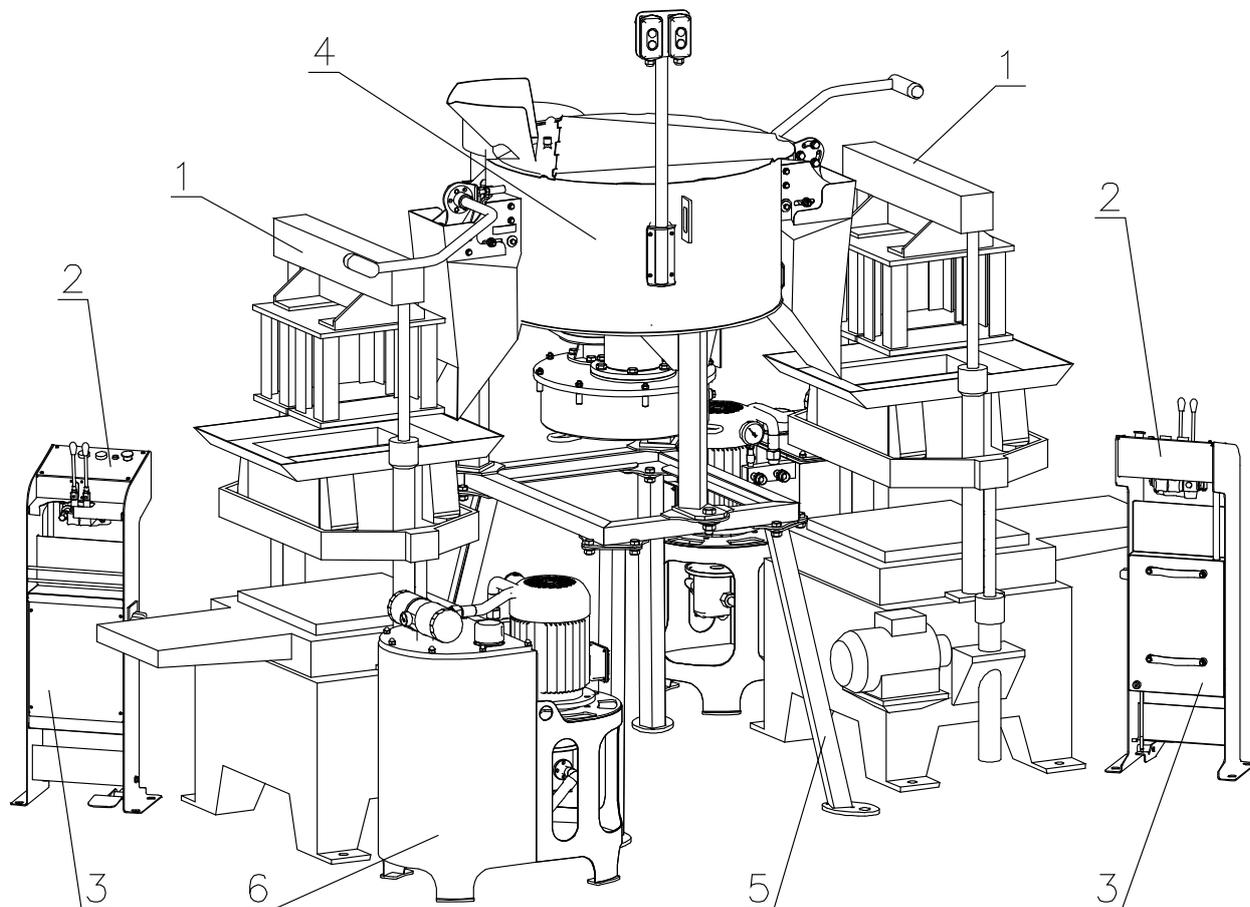
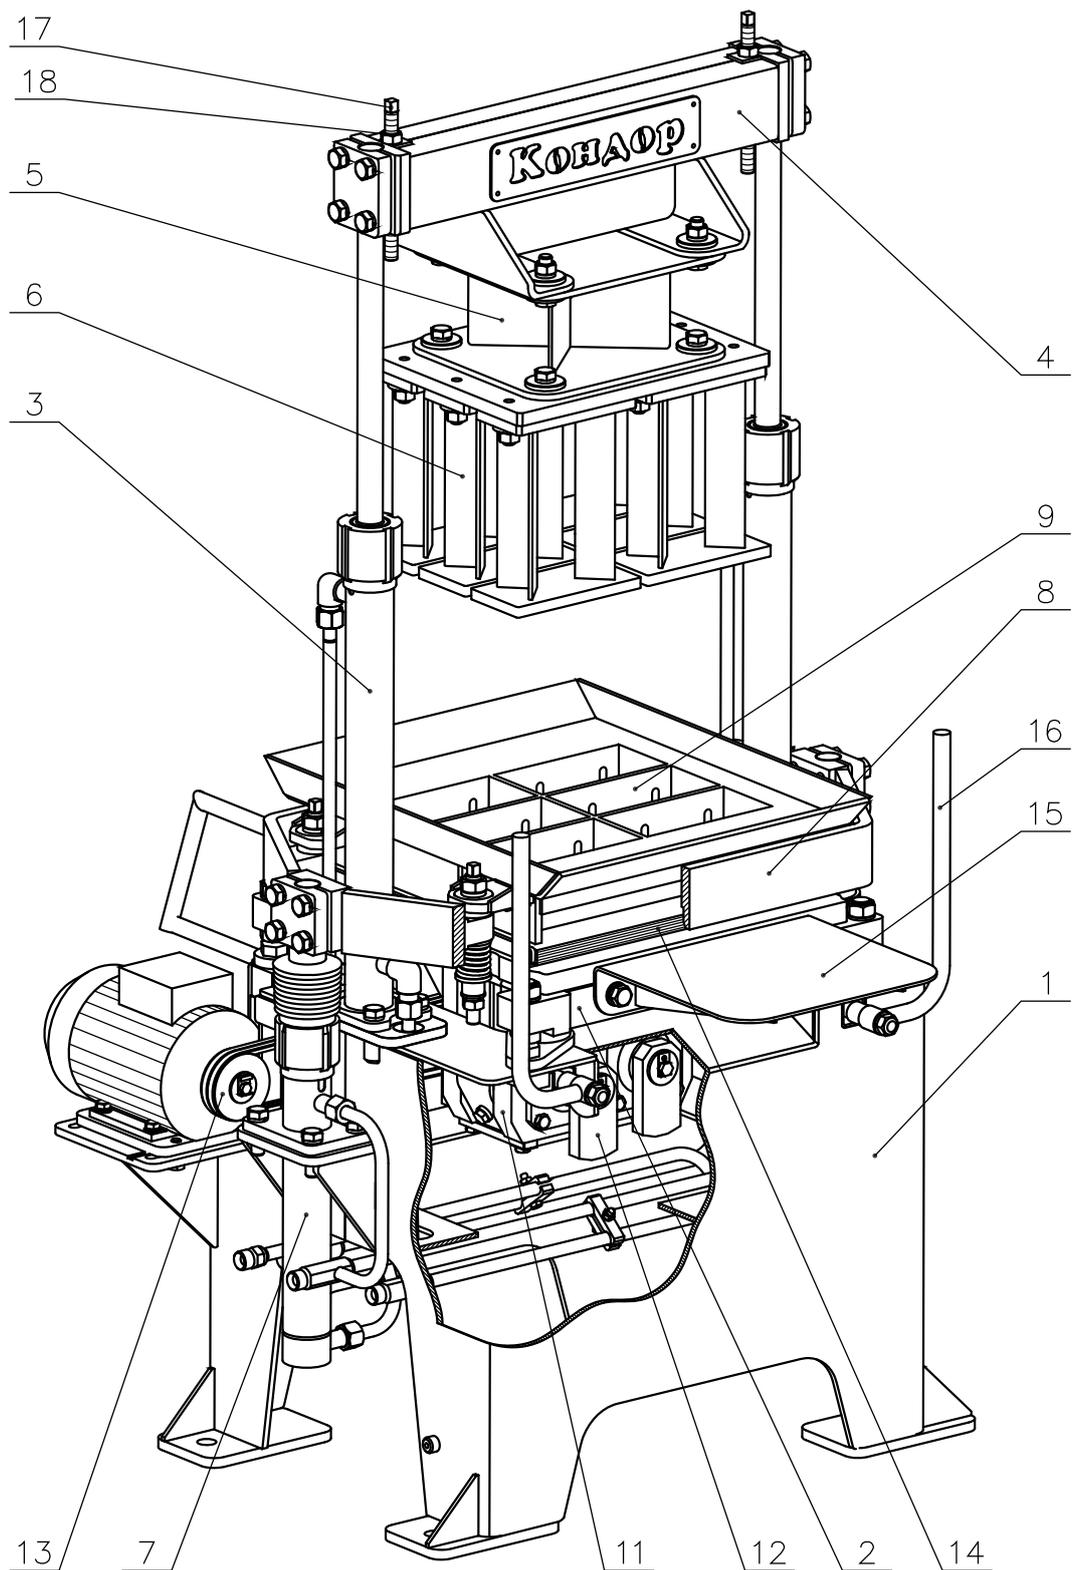

Рис. 1. Общая компоновка установки.
Рис.2. Вибропресс.
Установка “БИКОНДОР-90” (рис.1) состоит из двух вибропрессов 1 с пультами управления 2 и электрошкафами 3, смесителя 4 с подставкой 5 и насосной установки 6.
3.1. Установка монтируется на виброизолированном фундаменте в соответствии со схемой приведенной на рис. 1. План фундамента и координаты фундаментных болтов показаны на рис. 13.
3.3. Установить вибропресс на рабочее место, рис. 1 и выровнять его в горизонтальной плоскости. Негоризонтальность не более 1 мм контролировать на опоре поддона 2 (рис. 2) по углам установки поддона. Выравнивание производить установкой металлических подкладок толщиной 0,5...1 мм под лапы станины.
- установить поддон 14 (рис. 2) на опору поддона вибростола пресса. Поддон устанавливается между двумя боковыми направляющими до упора;
- рукояткой 12 (на себя) опустить пуансон на смесь в матрице и, удерживая рукоятку на себя, нажать на педаль 3 включения виброблока. В процессе вибрации и опускания пуансона на смесь происходит уплотнение смеси. Процесс вибропрессования должен длиться до соприкосновения упоров, два регулируемых упора, установленные на балке 4 (рис. 2), с верхней частью цилиндров пуансона и, как правило, должен составлять 4÷10 сек. Момент касания упоров с цилиндрами оператор контролирует визуально, после чего отпускает рукоятку 12 (рис. 3) в нейтральное положение и снимает ногу с педали 3.
- выталкивателем 16 (рис. 2) за рукоятки вытянуть поддон с изделием со стола на полку 15;